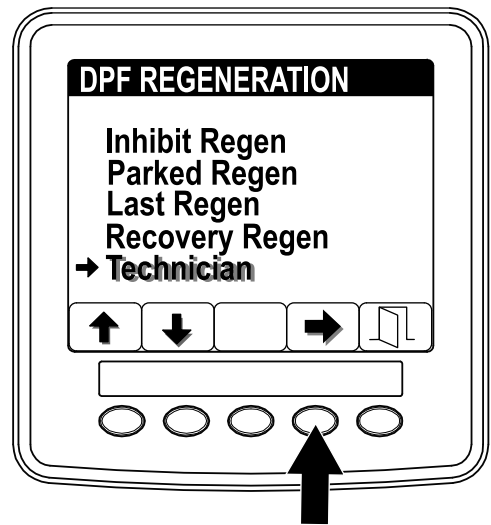

Figura 38
2. Pressione o botão 4 para seleccionar a entrada (Figura 38)
1. Aceda ao menu de regeneração do DPF e pressione o botão 1 ou 2 para se deslocar para baixo para a opção TÉCNICO (Figura 38).